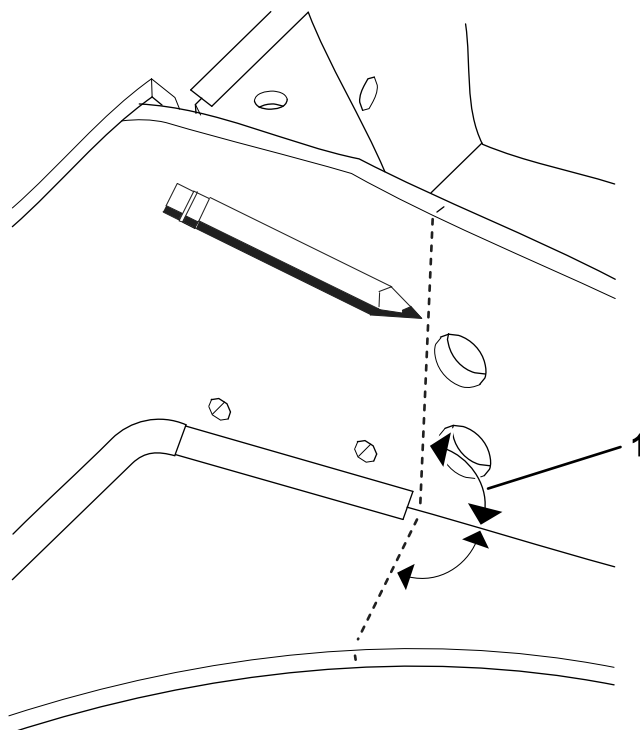

Figura 9
2. Con una regla y una herramienta de dibujo, dibuje una línea con un ángulo de 90° desde la base del soporte del eje en ambas direcciones (Figura 9). Repita el procedimiento en el otro lado.